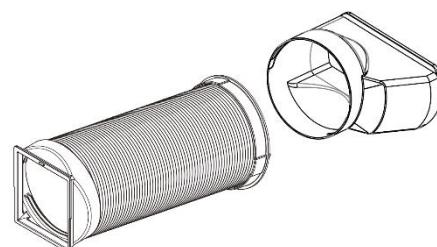

Fig. 3
- fenêtre sur le tuyau d'évacuation et sortez le tuyau avec le tuyau d'évacuation de votre fenêtre (voir Fig. 3 et 4).